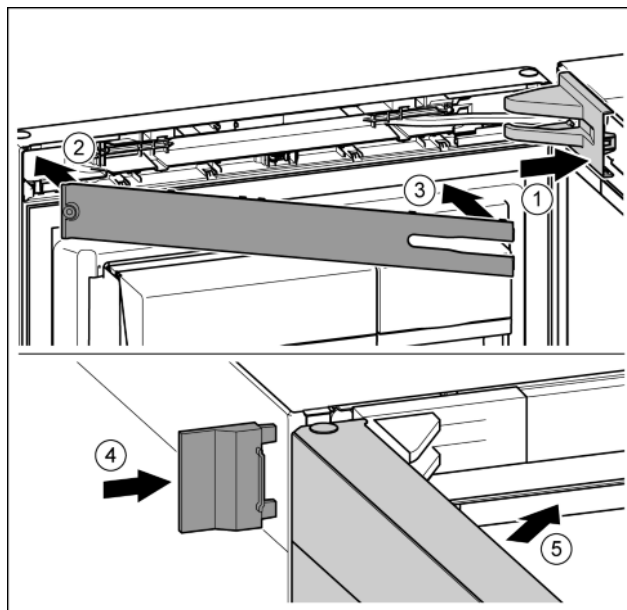

Fig. 27
- ▶ Встановіть та зафіксуйте кришку опорного кронштейна, у разі необхідності — обережно розтисніть. Fig. 27 (1)
- ▶ Встановіть накладку. Fig. 27 (2)
- ▶ Поверніть і зафіксуйте накладку. Fig. 27 (3)
- ▶ Насуньте зовнішню кришку. Fig. 27 (4)
- ▶ Закрийте верхні дверцята. Fig. 27 (5)